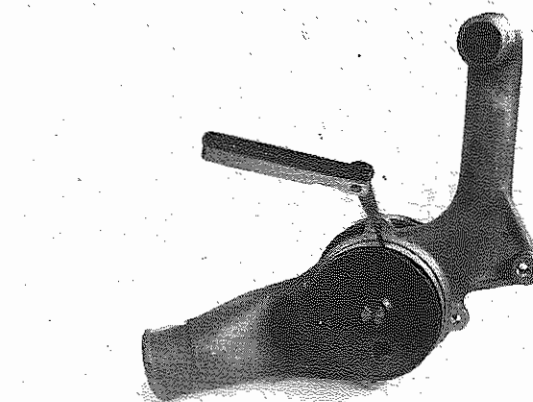

Fig. 29 - Gioco corpo e girante $0,9 \pm 0,2$ mm
- Verificare il gioco tra pale giranti ed involucro (vedi pag. 1-7) (**Fig. 29**).
- Check the play between impeller blades and housing (see page 1-7) (**Fig. 29**).